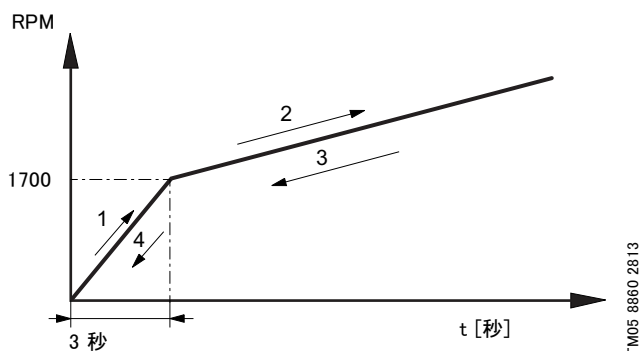

図 25 ランプ・アップ
1. 給水ポンプ (1) を始動し、BMS hs ポンプ (6) の入口圧力 (2) が 1.0 bar 以上 35.0 bar 以下であることを確認します。
2. BMS hs ポンプ (6) のエア抜きを行います。
3. BMS hs ポンプ (6) を始動させます。出荷時設定に従って BMS hs ポンプ (6) をランプ・アップさせます。図 25 を参照ください (1 および 2)。